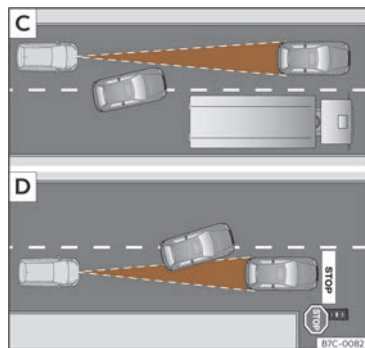

Fig. 129 **C** Canvi de carril d'un vehicle. **D** Vehicle girant i un altre d'aturat.
- Vehicles que canviïn al carril pel qual esteu circulant i a poca distància del vostre vehicle >>> **fig. 129** **C**.
Podria ser que l'ACC no reaccionés davant de vehicles aturats. Si un vehicle detectat per l'ACC gira o s'aparta i davant seu hi ha un vehicle aturat, l'ACC no reaccionarà a la seva presència >>> **fig. 129** **D**.